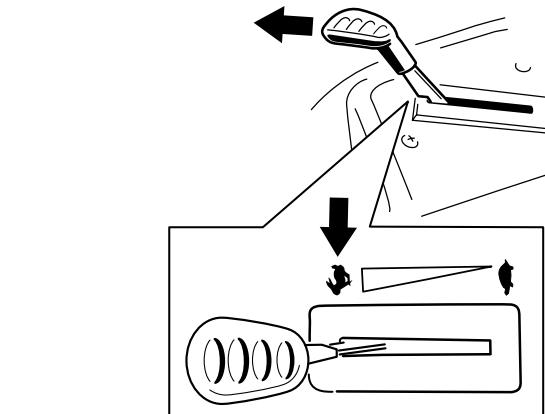

Bild 26
**Hinweis:** Aktivieren Sie die Messer nur, wenn der Gasbedienungshebel in der SCHNELL-Stellung ist (Bild 26).